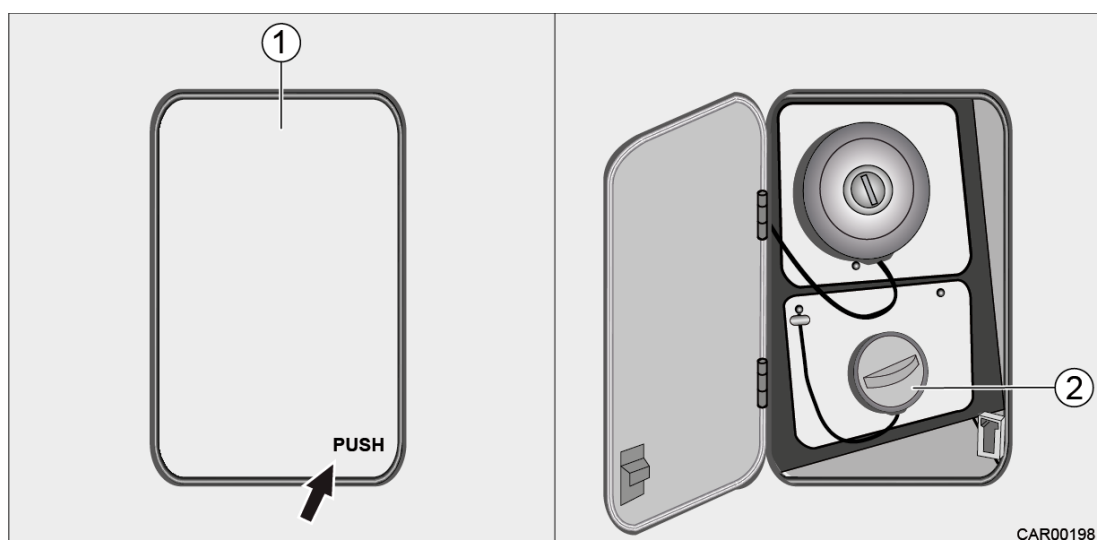

Fig. 11 Bouchon de remplissage AdBlue[®] modèle I
1. Ouvrir le bouchon de remplissage AdBlue[®] (Fig. 11/1). Pour cela appuyer sur le coin inférieur avec l'inscription « PUSH ». Le clapet s'ouvre.
2. Dévisser le bouchon (Fig. 11/2) dans le sens anti-horaire.
1. Tourner le bouchon (Fig. 11/2) dans le sens horaire jusqu'en butée.
2. Fermer le bouchon de remplissage AdBlue[®] (Fig. 11/1). Pour cela appuyer sur le coin inférieur avec l'inscription « PUSH » et faire encliqueter le clapet.